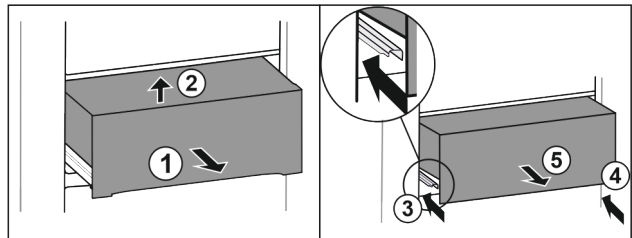

Fig. 28
- ▶ Изтеглете чекмеджето наполовина Fig. 28 (1).
- ▶ Повдигнете отпред Fig. 28 (2).
- ▶ Вкарайте лявата релса Fig. 28 (3).
- ▶ Вкарайте дясната релса Fig. 28 (4).
- ▶ Извадете чекмеджето напред Fig. 28 (5).